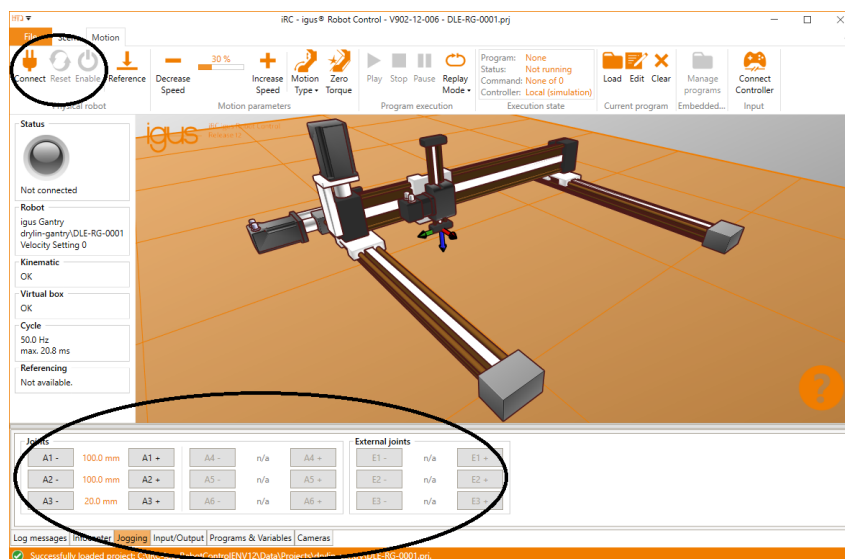

Abbildung 5: Jog-Befehle
3. Sie können den Roboter jetzt aktivieren, indem Sie nachfolgenden Schaltflächen in der angegebenen Reihenfolge drücken (siehe auch Abb. 5):
5. Sie können nun die Gelenke des Roboters mit Hilfe der Schaltflächen auf der Registerkarte "Jogging" bewegen (siehe Abb. 5).